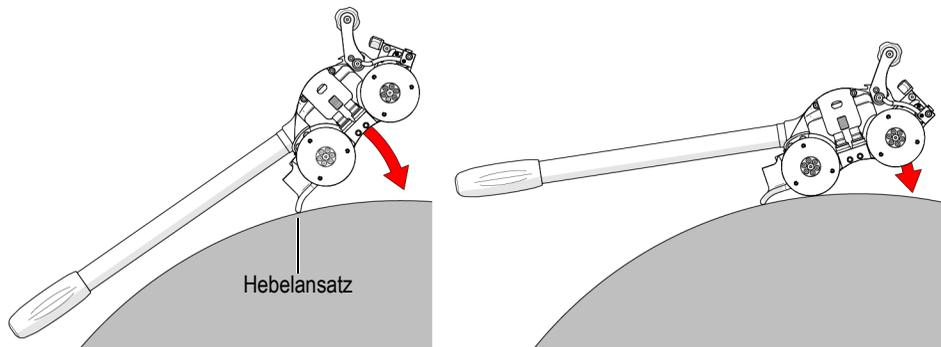

Abbildung 4-18 Absenken des HT-Fahrwagens auf die Oberfläche
6. Halten Sie mit einer Hand den Griff des Fahrwagens und mit der anderen Hand den Manipulationsgriff fest und senken Sie den Hebelansatz des Fahrwagens vorsichtig auf die Inspektionsfläche ab. Dabei sollten die Räder des Fahrwagens so weit wie möglich von der Oberfläche entfernt gehalten werden (siehe Abbildung 4-18 auf Seite 154).
- Halten Sie den Handgriff fest und senken Sie die Räder des Fahrwagens langsam auf die Inspektionsfläche ab (siehe Abbildung 4-18 auf Seite 154), bis alle vier Räder die Fläche berühren.